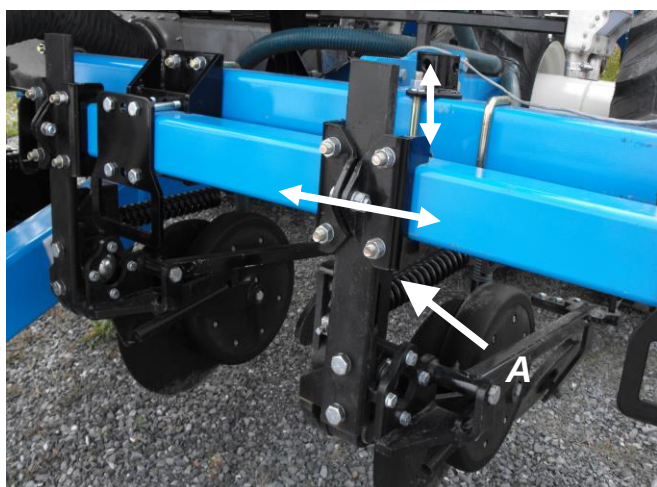

Figure 12B
☞ Pour déplacer les disques d'engrais, si requis, vous devez dévisser légèrement les écrous sur les attaches en U [Figure 12B, **A**] et faire glisser l'ensemble complet de l'attache du côté voulu.
4. Bien ajuster la hauteur de chaque disque d'engrais par rapport au sol. L'ajustement de base à l'usine est de 10 cm / 4 po de profondeur [Figure 12B].